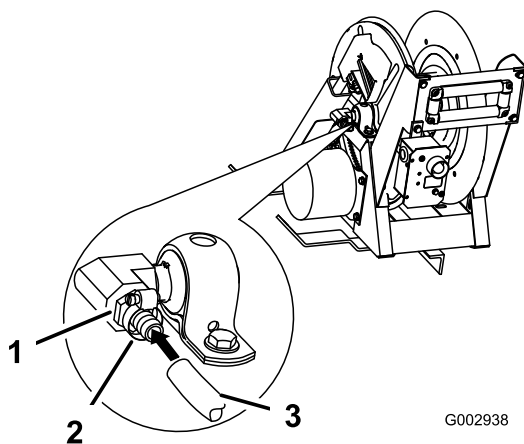

Figure 44
21. Enroulez du ruban Téflon, dans le sens horaire, autour du filetage d'un raccord cannelé (3/4 pouce) et placez-le dans l'orifice d'entrée sur le côté du dévidoir (Figure 44).